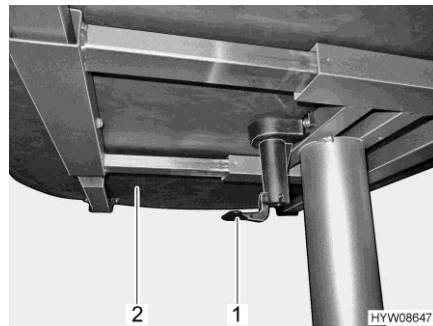

Bild 132 Hebel für Verschieben der Tischplatte
- Den Hebel (Bild 132,1) nach unten ziehen oder drücken.
- Tischplatte (Bild 132,2) in die gewünschte Position schieben.